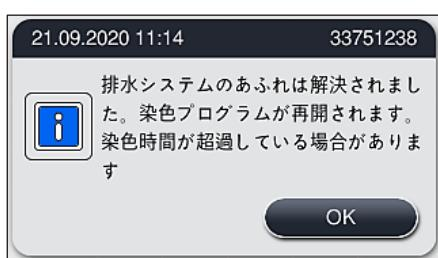

図 123
✓ 詰まっていた水が排出されると、他のメッセージ（→「図 123」）が表示され、染色プロセスを続行できることがユーザーに通知されます。「OK」（→「図 123」）を押して続行します。
- さらなるクリーニングの試みが成功し、詰まりが除去されると、水位が危険レベルを下回ります。メッセージ（→「図 123」）が表示され、染色プロセスを続行できることがユーザーに通知されます。「OK」（→「図 123」）を押して続行します。プログラムが開始可能であることが表示され、処理中のプログラムが自動的に続行されます。